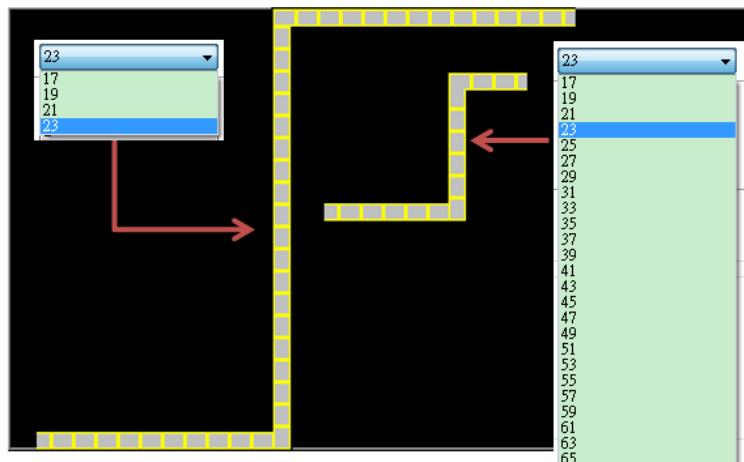

图 34.1
- 绘制流动块元件时，为避免转折处重迭面积过大，在转折处会有最小的规划量。如图 34.1 的十字下方的图形。图 34.2 的每一线段皆为使用最小规划量绘制出的图形。